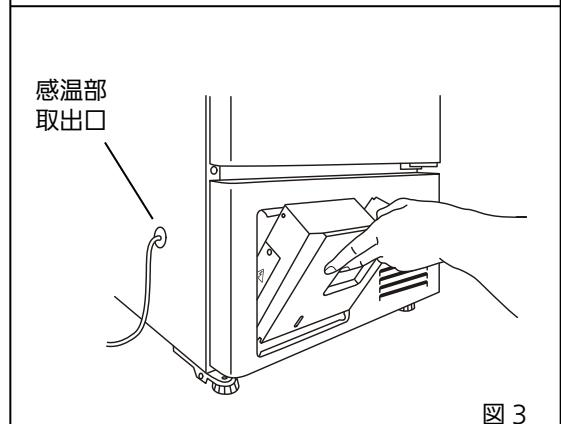

図 3
3. フレーム左側面の感温部取出口のゴムキャップ（外側のみ）を外し、自記温度記録計の感温部を感温部取出口から外に出し、記録計取付金具をフレーム前面下の取付位置に取り付けてください [図 3]。